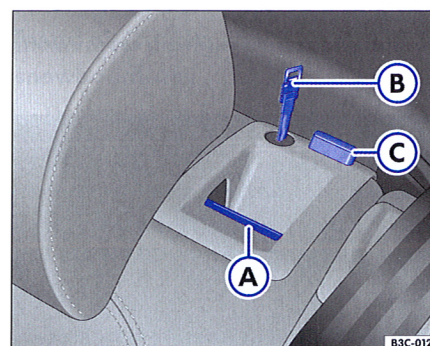
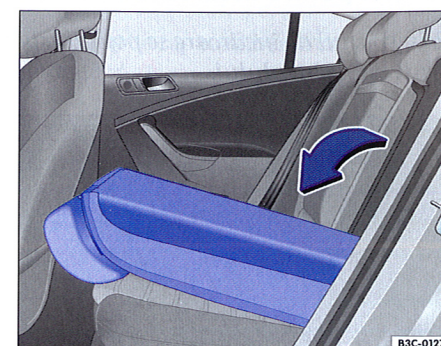

Fig. 70 Bancheta din spate: Tasta de deblocare A
Fig. 71 Bancheta din spate: Spătarul banchetei din spate pliat
- Trageți tasta de deblocare ⇒ fig. 70 A în față și pliați spătarul scaunului ⇒ fig. 71. Puteți plia spătarul scaunului numai după ce marcajul roșu al tastei ⇒ fig. 70 C devine vizibil.
- Pliați spătarul în spate și apăsați-l ferm în elementul de blocare. Marcajul roșu de la tastă nu trebuie să se mai vadă ⇒ fig. 70 C.
- Spătarele trebuie să fie bine fixate pentru ca la frânări bruște, obiectele să nu ajungă din spațiul de bagaje în față. Un marcaj de culoare roșie în dispozitivul de deblocare ⇒ fig. 70 C semnalizează faptul că spătarul nu este bine fixat; când spătarul scaunului este bine fixat, marcajul nu se observă. ◀